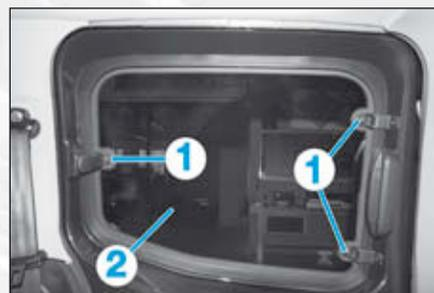

FIG.59
- les vis (1) de la vitre (2) (Fig.59),
- la vitre (2).